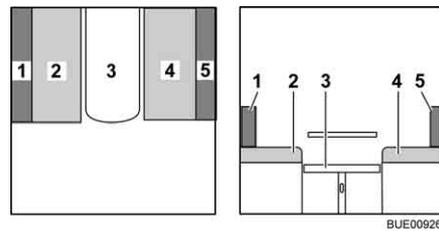

Fig. 93 Durante la transformación
- Quitar el cojín del respaldo (Fig. 93,5) y ponerlo a un lado.
- Tirar del cojín del asiento (Fig. 93,2) hacia el centro.